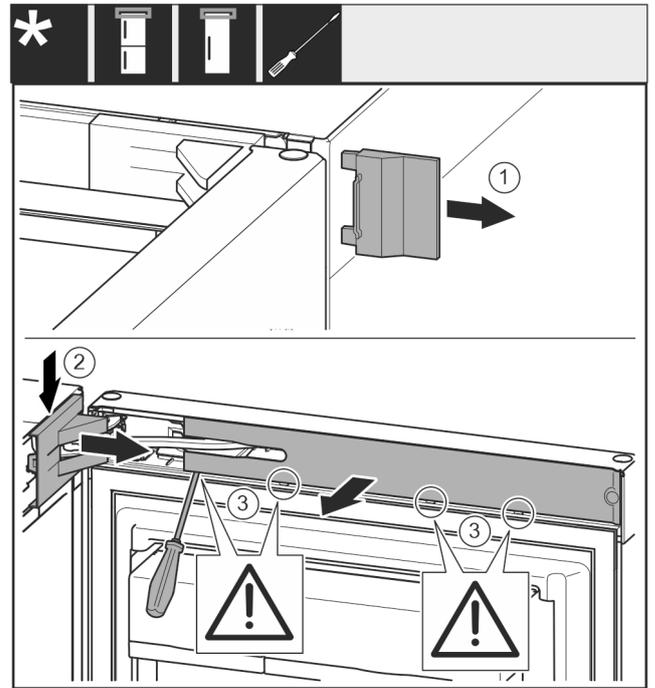

Fig. 10
- ▶ 取下盖板 Fig. 10 (1)。
- ▶ 拆卸并松开托架盖 Fig. 10 (2)。
- ▶ 取下托架盖 Fig. 10 (2)。
- ▶ 使用带槽螺丝刀松开隔板 Fig. 10 (3)并把它转到一边。